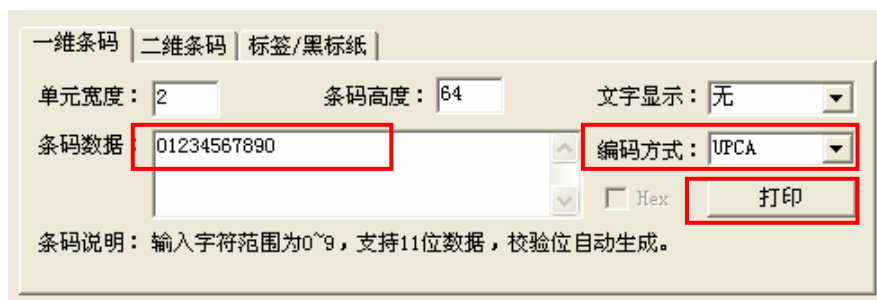

图 2.6 EAN13 打印操作示例
2. 在一维条码打印功能区中切换至“UPCA”编码方式，参数^[1]按照默认值配置（单元宽度为 2，条码高度为 64，文字显示为无），接着输入“条码数据”（以“01234567890”为例），然后点击【打印】执行一维条码打印^[2]，如图 2.6 所示。